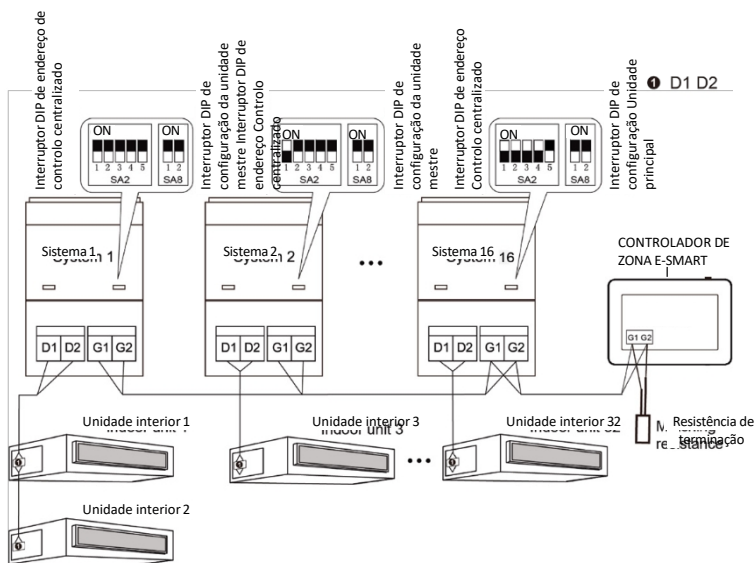

Fig. 3.5 Controlador centralizado ligado à rede de UE
- 3 Se o controlador centralizado tiver de ser ligado à rede de UE, efetue as ligações conforme a Fig. 3.5. O controlador centralizado só pode ser ligado ao sistema terminal da rede UE. Deve ser adicionada uma resistência adequada aos cabos de comunicação nas portas G1 e G2.